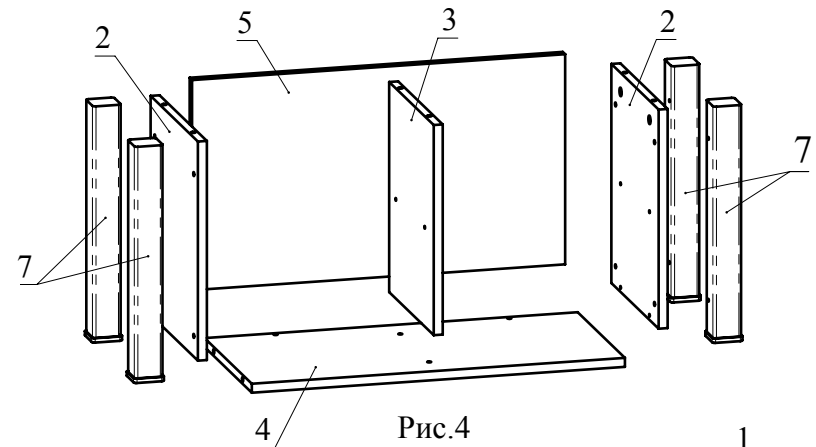

Рис.4
5. С помощью конфирматов прикрепите детали 7 к деталям 2. Установите деталь 4 между деталями 2 и зафиксируйте, повернув конфирматным ключом головки минификсов по часовой стрелке до упора. Соедините при помощи конфирматов деталь 3, 5 с деталью 4 (Рис. 4).